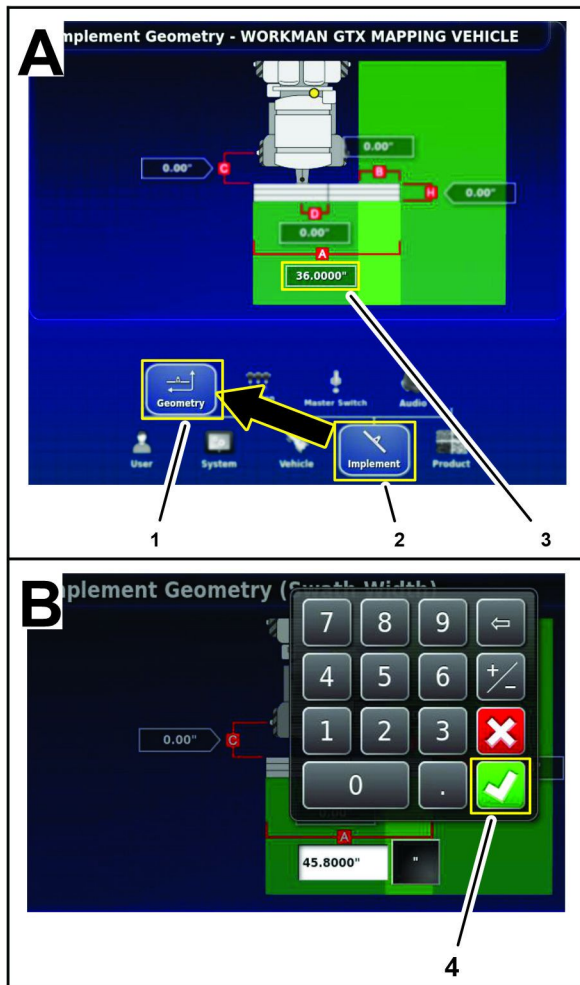

Bild 195
1. Tippen Sie auf das Symbol GERÄT und das Symbol GEOMETRIE (Bild 195).
2. Tippen Sie auf das Symbol für die Gesamtbreite (A), geben Sie über die Bildschirmtastatur die Messwerte ein, die Sie im Formular der Gerätegeometrie von Messung der Gerätegeometrie \(Seite 88\) aufgenommen haben, und tippen Sie auf das Bestätigen-Symbol (Bild 195).